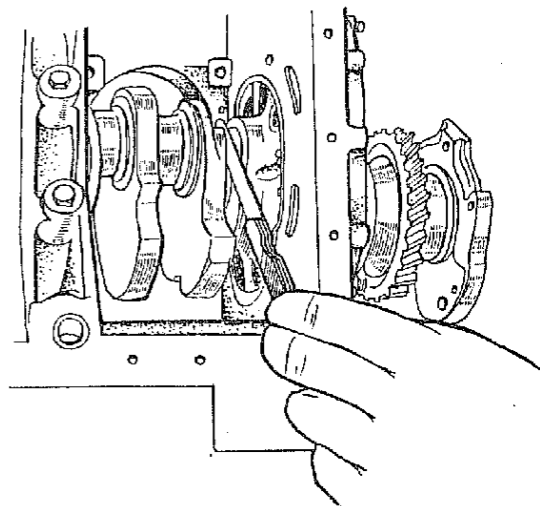

Рис. 27. Проверка осевого перемещения коленчатого вала
1.44. Проверить осевое перемещение коленчатого вала (рис. 27).